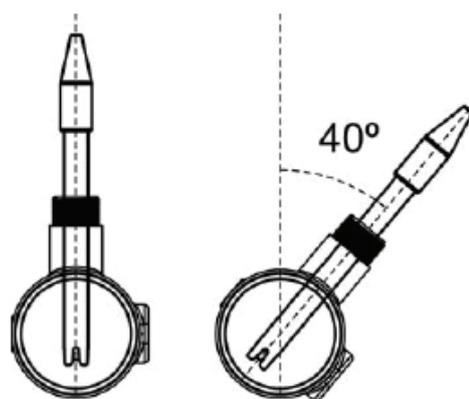

Рис. 13
4. Электроды должны быть установлены вертикально или с наклоном не более 40 градусов относительно вертикальной линии (Рис. 13).